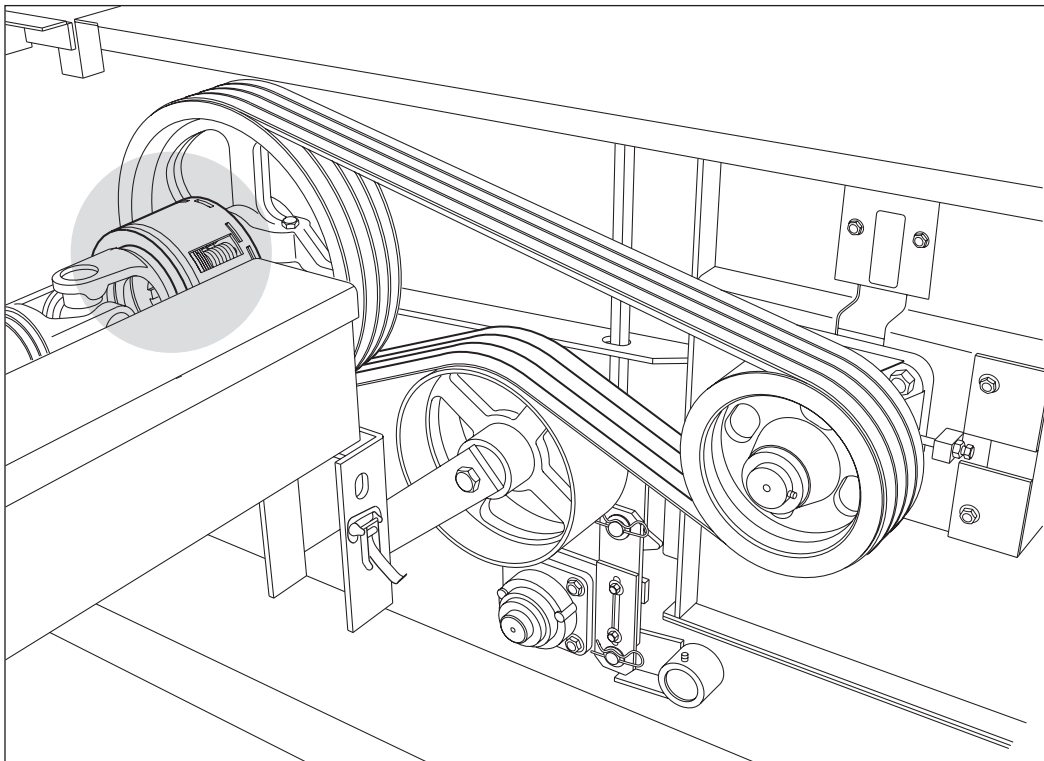

Figure 180 Embrayage à friction de la PDF
### AJUSTEMENT DE L'EMBRAYAGE À FRICTION (OPTION) - FIGURE 180
1. Serrer les écrous (item 9) afin d'enlever la pression sur les disques à friction (item 3) et sur les anneaux d'ajustement (item 1);
3. Bloquer les couteaux en insérant un morceau de bois entre les couteaux et le châssis de la machine (figure 180, item 10);
5. Desserrer les écrous (item 9) à la fin des filets afin de remettre la pression sur les disques à friction;